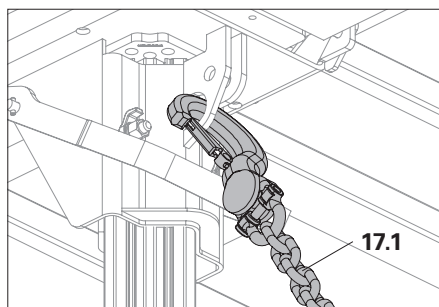
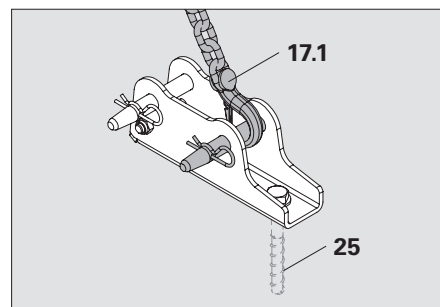

Fig. A4.03a
Fig. A4.03b
In alternativa: montante parapetto SGP. (Fig. A4.03a)
1. Spingere verso il basso il supporto parapetto GT 24/VT 20 (14.2) con il tubo quadrato sulla trave VT 20K (5).
2. Collegare con 1x perno calibrato $\varnothing 20 \times 140$ (55) alla trave VT 20K (5) e fissare con l'inserto a molla 4/1 (47).
3. Inserire il montante per parapetto HSGP-2 (12). (Fig. A4.03b)
4. Applicare il grigliato di protezione PMB 260 (39) o tavole per parapetto.
- Catena di cassaforma 3,0 kN, L=2,5 m (17.1) con tenditore regolabile 3,0 kN, M12 e piastra base-2 per RS (18). (Fig. A4.03a + Fig. A4.03b)